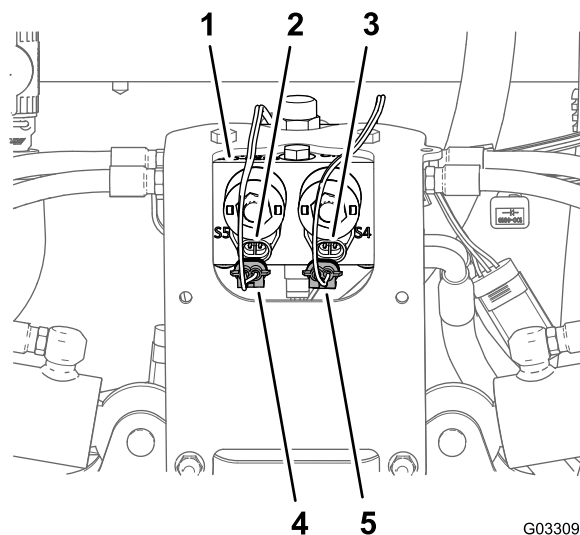

Figura 16
1. Desligue o conector de 2 pinos da cablagem do Sonic Boom do conector de 2 pinos do solenoide de ativação do cilindro direito do coletor do cilindro de elevação (Figura 16).
2. Desligue o conector de 2 pinos da cablagem do Sonic Boom do conector de 2 pinos do solenoide de ativação do cilindro esquerdo do coletor do cilindro de elevação (Figura 16).